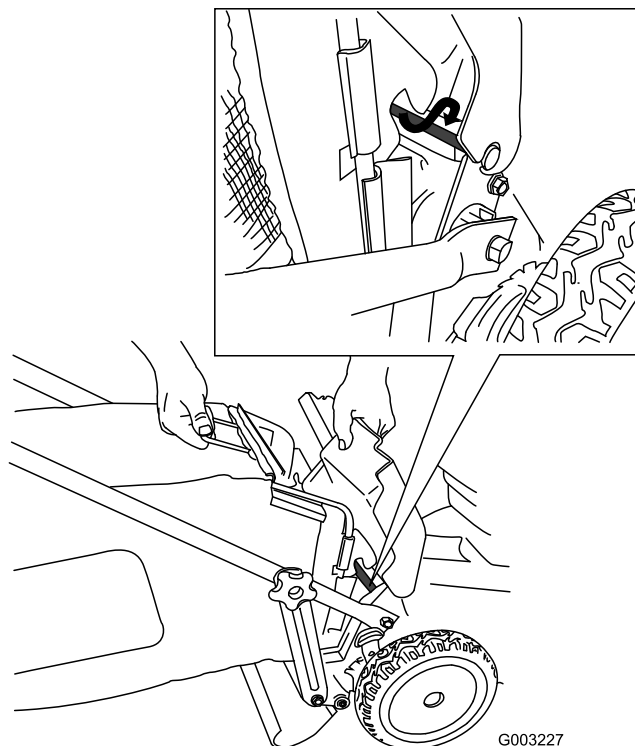

Figura 26
4. Montate il cesto di raccolta sull'asta dello sportello (Figura 26).